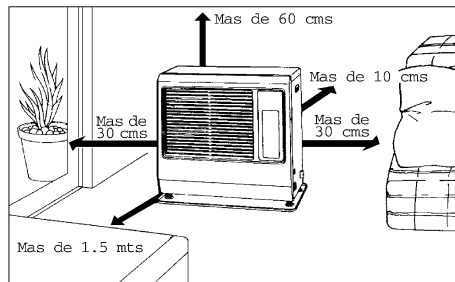

Fig. 1
1. Ubique el Calefactor lejos de muebles o cualquier otro elemento. (Ver Fig.1)